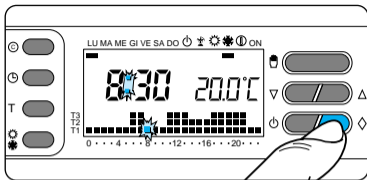

Fig. 47
9.4 - Para salir del programa COMODIN y devolver el aparato al funcionamiento AUTOMATICO, pulse nuevamente el botón \diamond (fig. 47).